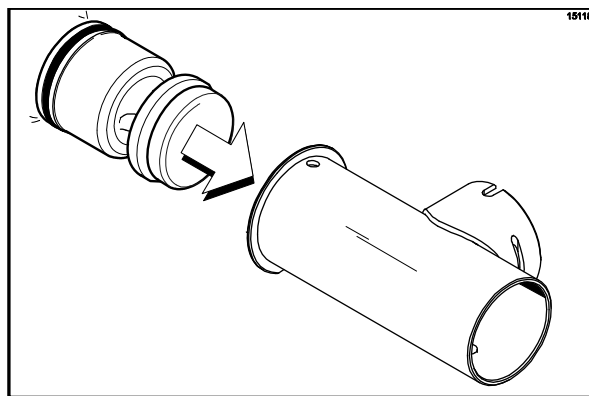

Рисунок 145
4. Вставьте поршень в тот конец, где находится отверстие удерживающего шплинта цилиндра насоса. (См. рис. 145)